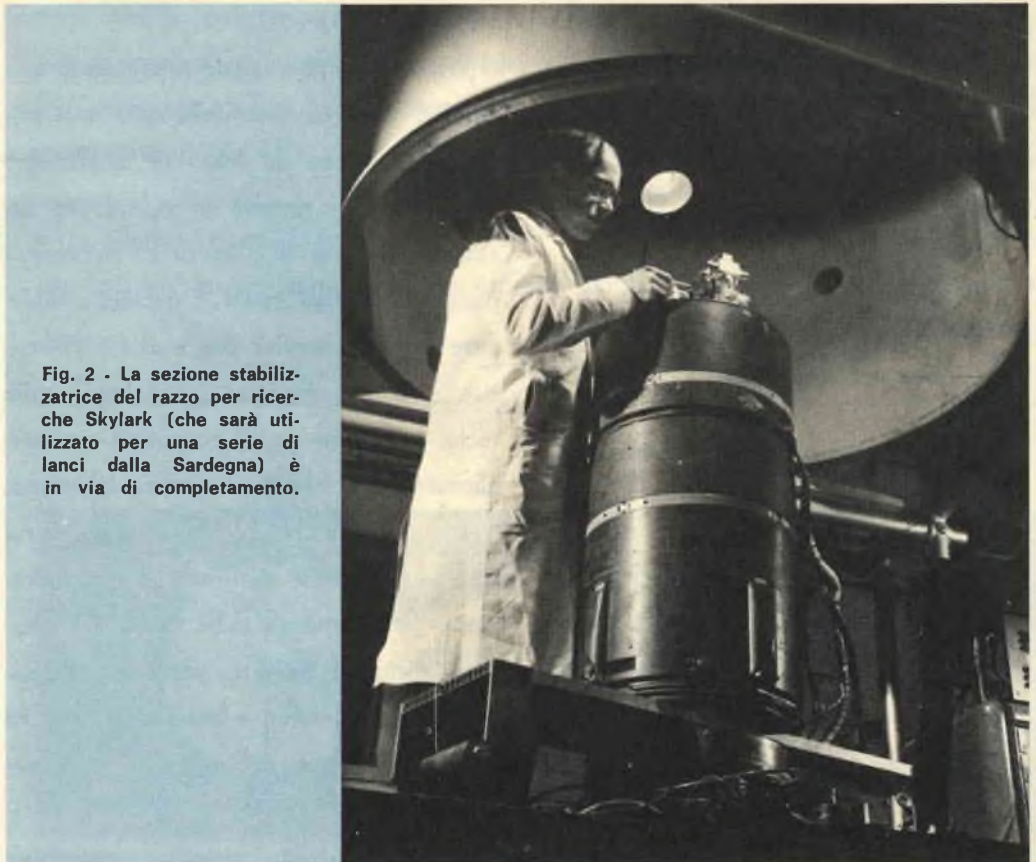

Fig. 2 - La sezione stabilizzatrice del razzo per ricerche Skylark (che sarà utilizzato per una serie di lanci dalla Sardegna) è in via di completamento.
- In una fabbrica di Frimley, in Inghilterra, sta per essere completata la sezione stabilizzatrice del razzo per ricerche denominato "Skylark" (fig. 2). L'ultimo carico strumentale stabilizzato, costruito dalla stessa ditta, è stato lanciato dal poligono di Woomera, in Australia, nel febbraio del 1966 e con esso sono state scattate fotografie ai raggi X del sole di qualità migliore delle precedenti; la stabilizzazione veniva mantenuta costante entro 30 sec di arco.